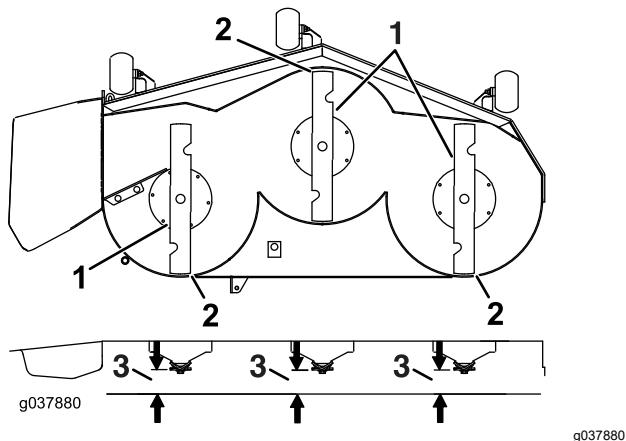

Figura 82
7. Compruebe la inclinación longitudinal de las cuchillas (Figura 82). Asegúrese de que la punta de la cuchilla delantera está más baja que la punta de la cuchilla trasera, según se muestra en la tabla Altura de los bloques e inclinación. Si es necesario un ajuste, siga con este procedimiento.